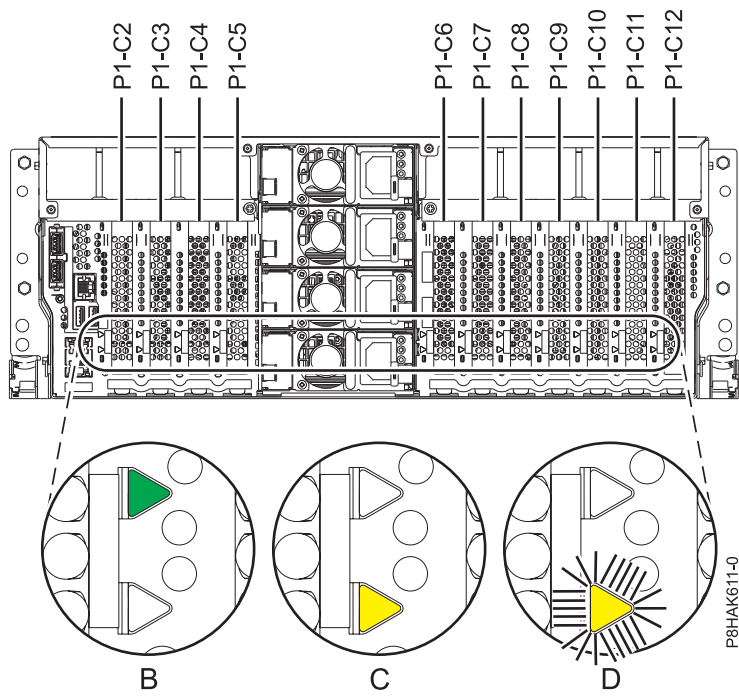
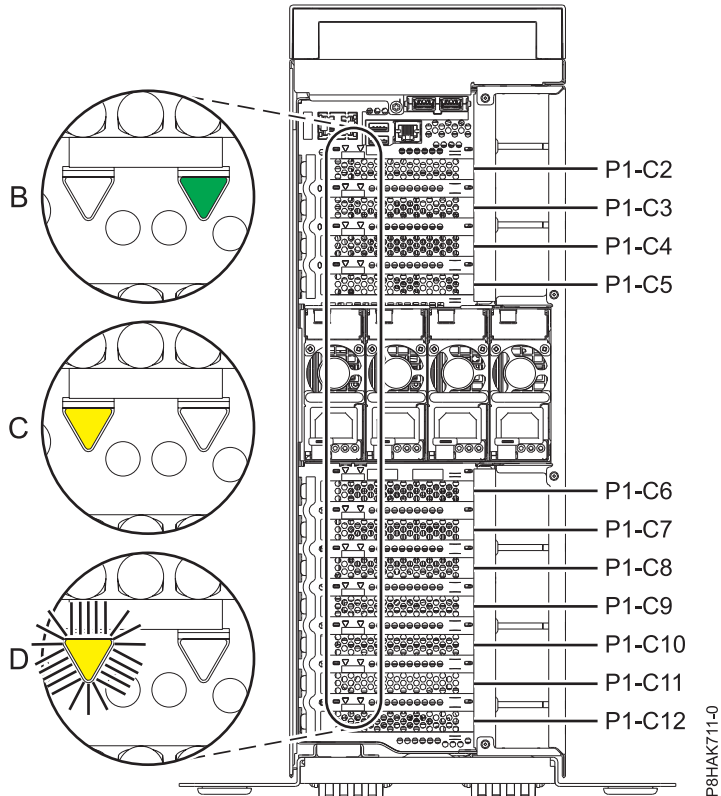

Abbildung 58. Positionen der PCIe-Adaptersteckplätze und Positionen der LEDs in einem Einschubsystem
Abbildung 59. Positionen der PCIe-Adaptersteckplätze und LEDs in einem eigenständiges System vom Typ 8286-41A
Wenn Sie einen fehlerhaften PCIe-Adapter warten, suchen Sie nach der blinkenden gelben Anzeige für den fehlerhaften PCIe-Adapter, die Sie bei dem Schritt zum Ermitteln des fehlerhaften Teils auf Blinken gesetzt haben. Abb. 58 auf Seite 67 und Abb. 59 auf Seite 67 zeigen den Status der Anzeigen. Beachten Sie, dass die gelbe Anzeige für den fehlerhaften PCIe-Adapter **blinkt**, wie unter (D) in Abb. 58 auf Seite 67 und Abb. 59 auf Seite 67 dargestellt.
Achtung: Wenn der PCIe-Adapter ordnungsgemäß funktioniert, ist die grüne Aktivitätsanzeige **AN** und die gelbe Fehler-LED **AUS**, wie unter (B) in Abb. 58 auf Seite 67 und Abb. 59 auf Seite 67 dargestellt. Versuchen Sie nicht, den funktionierenden PCIe-Adapter auszubauen.